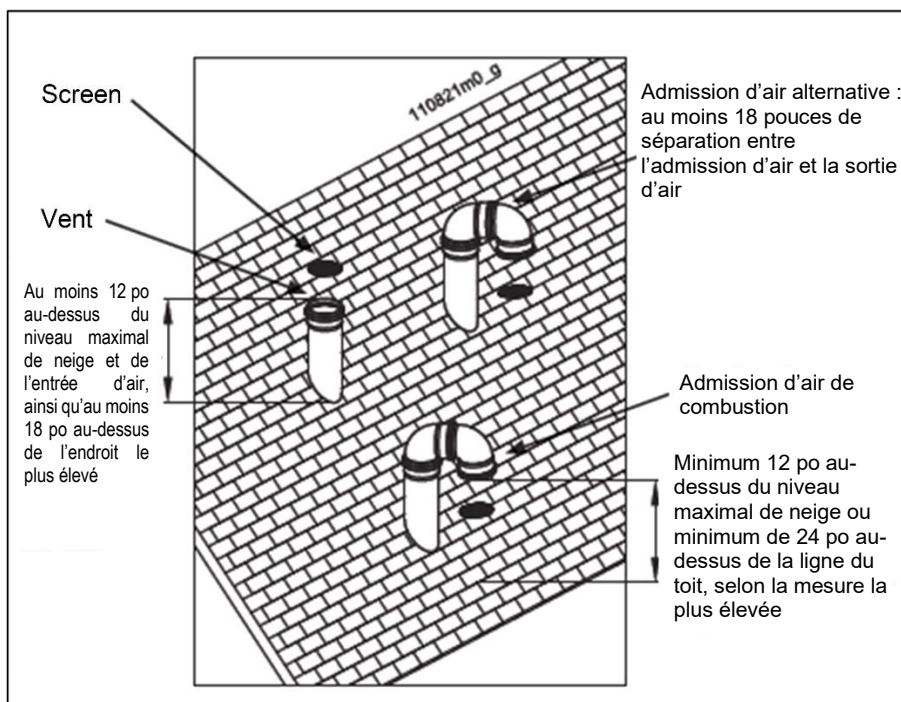

Figure 10.23
2. Préparer l'extrémité de l'évent et le coude d'extrémité de la prise d'air (figure 10.23). L'utilisation de grilles anti-oiseaux est facultative.
4. La tuyauterie d'admission d'air doit se terminer dans une direction orientée vers le bas à 180° à l'aide de deux coudes, voir la figure 10.23.
6. Conserver les dimensions requises de l'extrémité de conduite finie comme indiqué à la figure 10.23.
1. À l'extrémité de l'installation de plusieurs chaudières, réaliser les extrémités de ventilation/air comme décrit dans ce manuel (figures 10.23, 10.24 and 10.25).
Lorsque deux (2) dispositifs d'évacuation directe ou plus disposent d'aérations proches l'une de l'autre, chaque appareil doit être mis à l'air libre individuellement (voir figures 10.23, 10.24, 10.27 ou 10.28) ou mis à l'air en commun (voir chapitre 11). Il est important que les extrémités des événements soient faites comme indiqué pour éviter la recirculation des gaz de combustion.